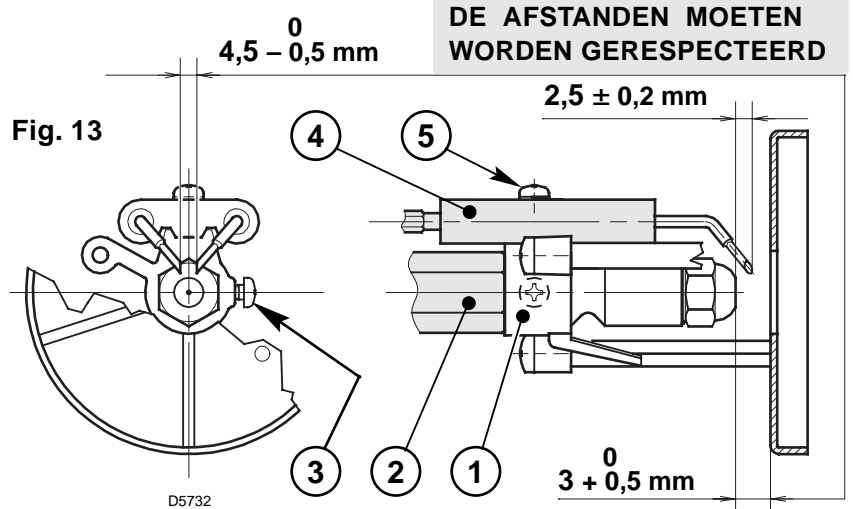

Fig. 13
- Verwijder de verstuiverlijn (1) nadat u de schroeven (2) en de moer (3) losdraaide, de kabels van de controledoos (4), de fotocel (6) en de stekker (10) ontkoppelde.
- Maak de kabels van de electrodes (4) los, verwijder de houder van de vlamhaker (11) van de verstuiverlijn (1) nadat u de schroef (3, fig. 13) losdraaide.
- De verstuiver (12) correct vastdraaien, zoals aangeduid op de tekening.
4.3 AFSTELLING ELECTRODEN (zie fig. 13).
- Vervang de verstuur, (zie fig. 11, blz. 6) en controleer of de elektroden goed geplaatst zijn (fig. 13, blz. 7).